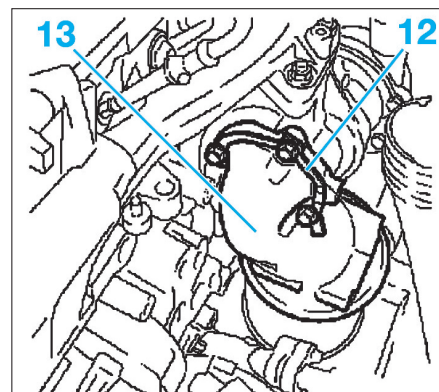

FIG. 62
- la tôle d'arrêt (12) (Fig.62),
- le catalyseur (13), par le dessous du véhicule.